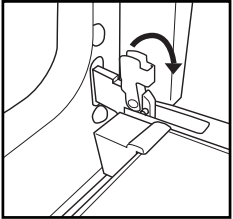

Fig. 1
2. Soulevez les manettes d'arrêt des charnières en les poussant vers l'avant, jusqu'à la butée (Fig. 1).